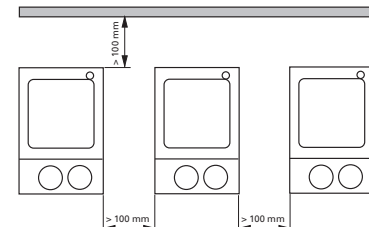

Fig. 3
- Respectez les écarts minimum entre les appareils, entre l'appareil et le mur et au-dessus de la structure (800 mm au moins), voir fig. 3.